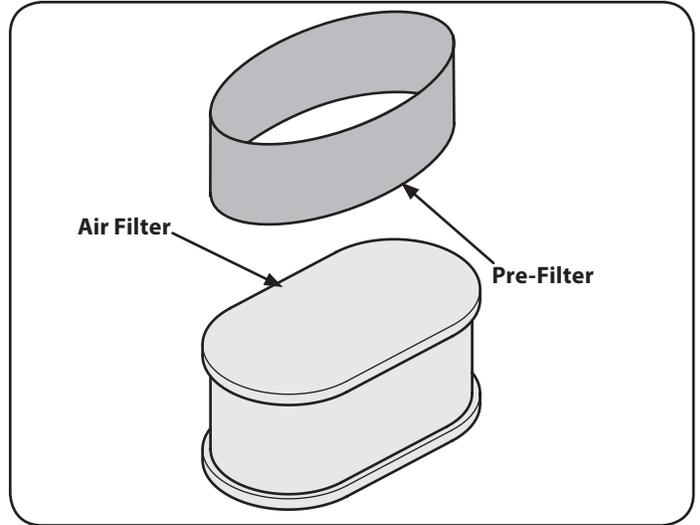

Figure 16
3. Retire el filtro de espuma de alrededor del filtro de aire de papel. Vea la Figure 16. Reemplace el elemento de papel cuando está sucio o dañado. Limpiar el elemento de espuma o reemplazar dañado.